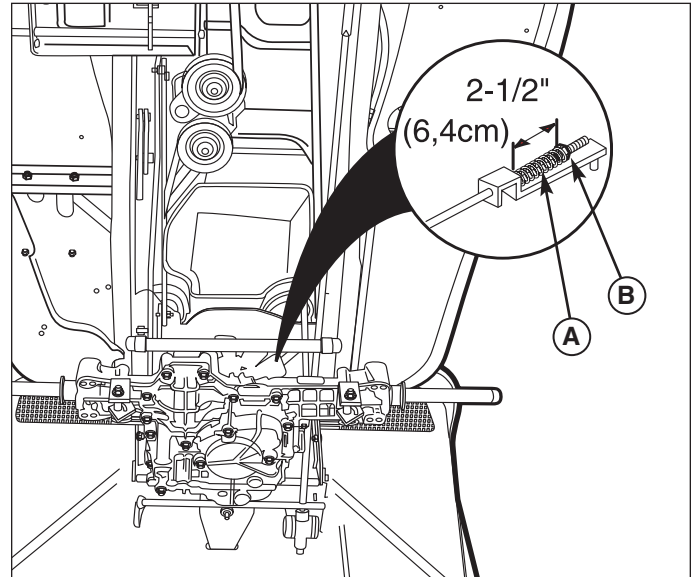

Figure 29.1. Réglage du frein (2WD)
3. Localiser le ressort de frein (A, Figure 29.1) et l'écrou de réglage (B).
Si le ressort ne se trouve pas dans cette plage, faire tourner l'écrou de réglage (B, Figure 29.1) pour comprimer ou relâcher le ressort.